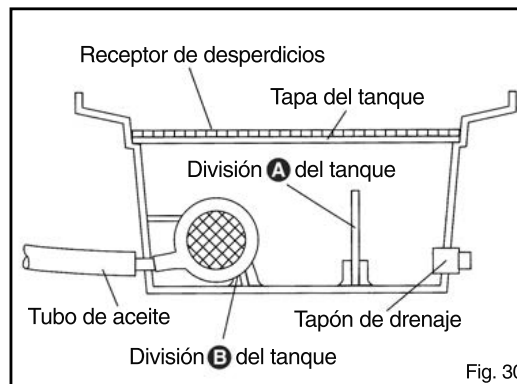

Fig. 30
3. Limpieza del tanque de aceite (Fig. 30)